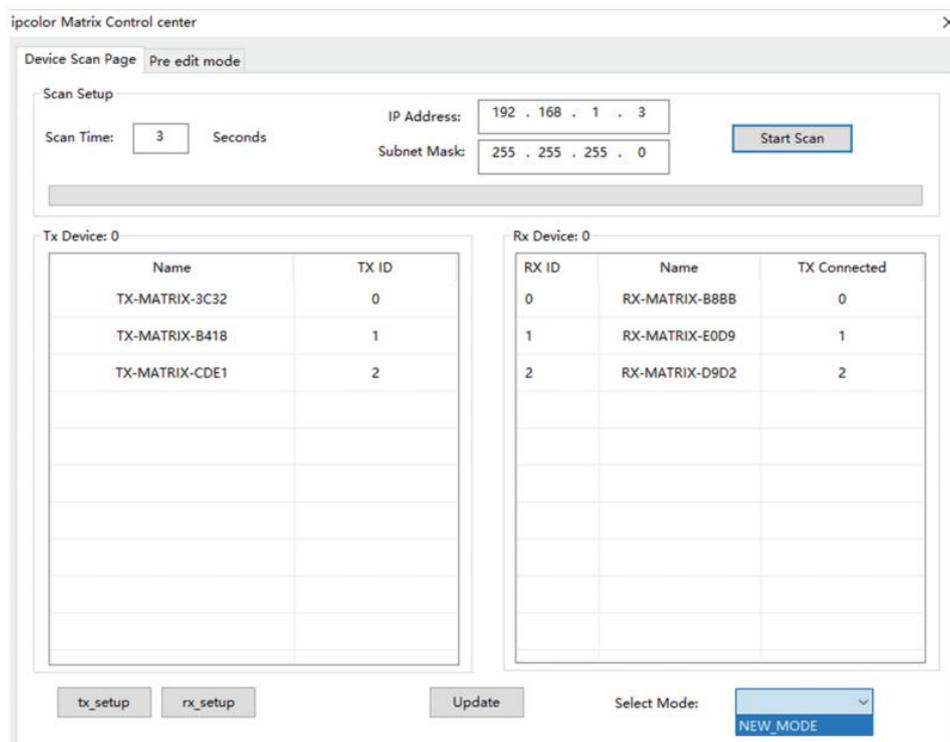

Figura 7
6) Configuración de selección del modo de operación como en la Figura 7, haga clic en el botón "Seleccionar modo" para elegir el modo necesario.